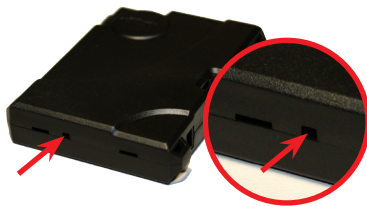

Рис. 2. Встроенная кнопка
- 2 Нажмите и удерживайте встроенную кнопку (см. Рис. 2).